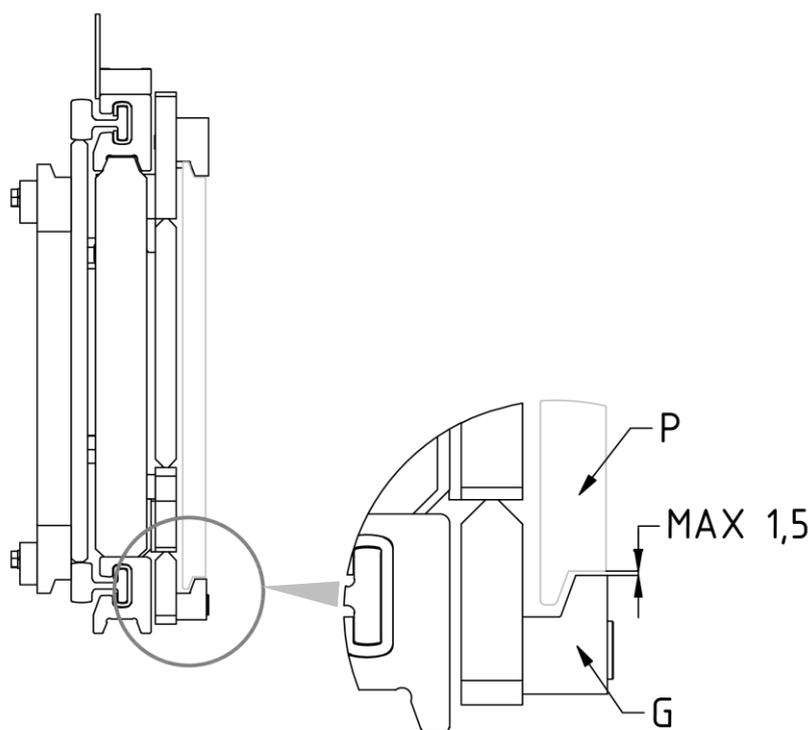

Figura 12
7. Riavvitare i 2 ganci inferiori G in modo che il corpo di questi rimanga agganciato anche inferiormente alla piastra porta forche P (con gioco max. 1,5mm, vedi dettaglio *Figura 12*), serrando con coppia di serraggio indicata nella *Tabella 3*.
3. Controllare il gioco fra la parte inferiore della piastra porta forche e i ganci inferiori dell'attrezzatura, verificando che sia come indicato nella *Figura 12* (pag.21) e, eventualmente, intervenire sul serraggio delle viti che li sorreggono.